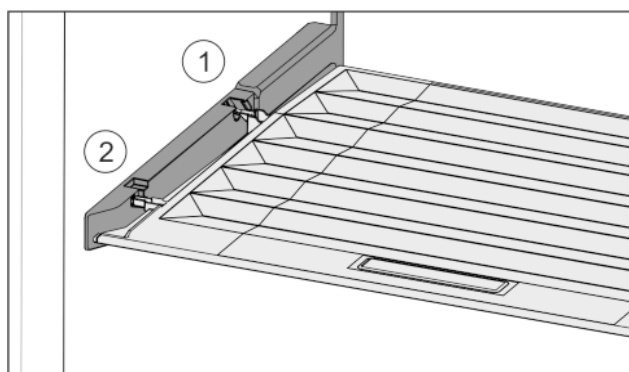

Fig. 33
- ▶ Ramiona pokrywy wprowadzić ponad otworem tylnego uchwyty Fig. 33 (1) i zazębnić z przodu w uchwycie Fig. 33 (2).